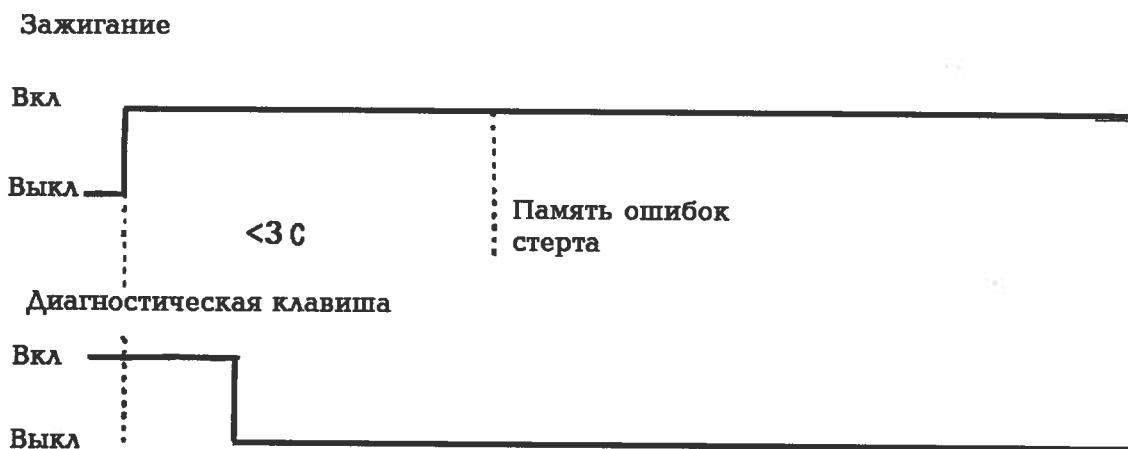

Рис. 146. Стирание памяти ошибок (бллинк-кодов)
**Стирание памяти ошибок.** После устранения неисправностей в системе необходимо стереть ошибку из памяти ошибок блока управления, как это показано на рис. 146. Для этого необходимо при выключенном зажигании нажать диагностическую клавишу и отпустить только после включения зажигания. Менее чем через 3 с память ошибок стерта.